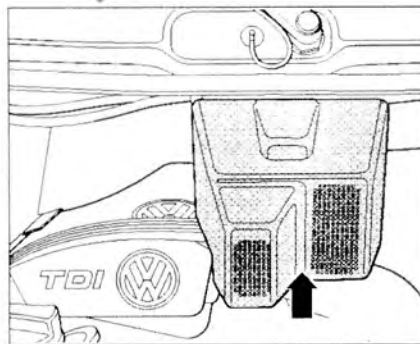

Рис. 1.4. Отсоедините крышку (стрелки) и снимите, переместив ее вперед.
1. Отсоедините крышку (стрелки) и снимите, переместив ее вперед (рис. 1.4).
8. Установите крышку (стрелка) и закрепите ее фиксаторами (рис. 1.4).